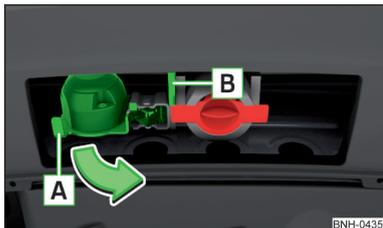

Fig. 221
- » Agarrar el enchufe de 13 polos por el mango **A** y girarlo en el sentido de la flecha » fig. 221.